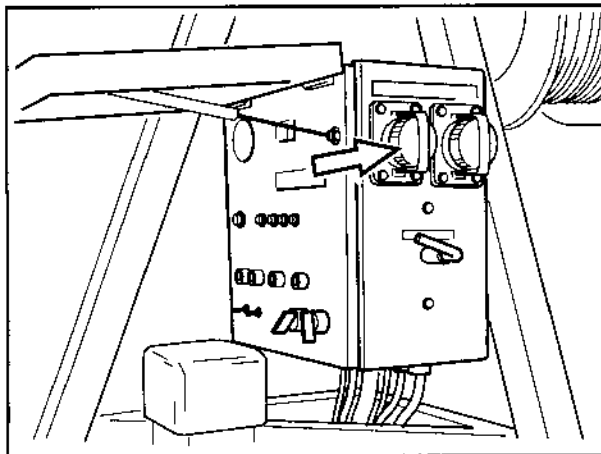

Bild 63
2. Stromversorgungskabel, 60 m, an den 24-V-Anschaltkasten der Kabine und an die Steckdose (Bild 63/Pfeil) des Schaltschranks anschließen.